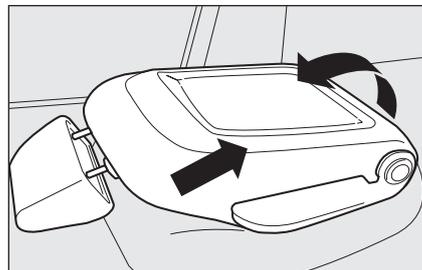

fig. 46
- spingere il sedile posteriore avanti fino a fine corsa **fig. 46**;